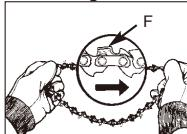

Fig. 3D
7. Spred kæden ud, og sørg for at de skarpe kanter (F) på kæden peger i RETNINGEN AF ROTATIONEN (Fig.3D)